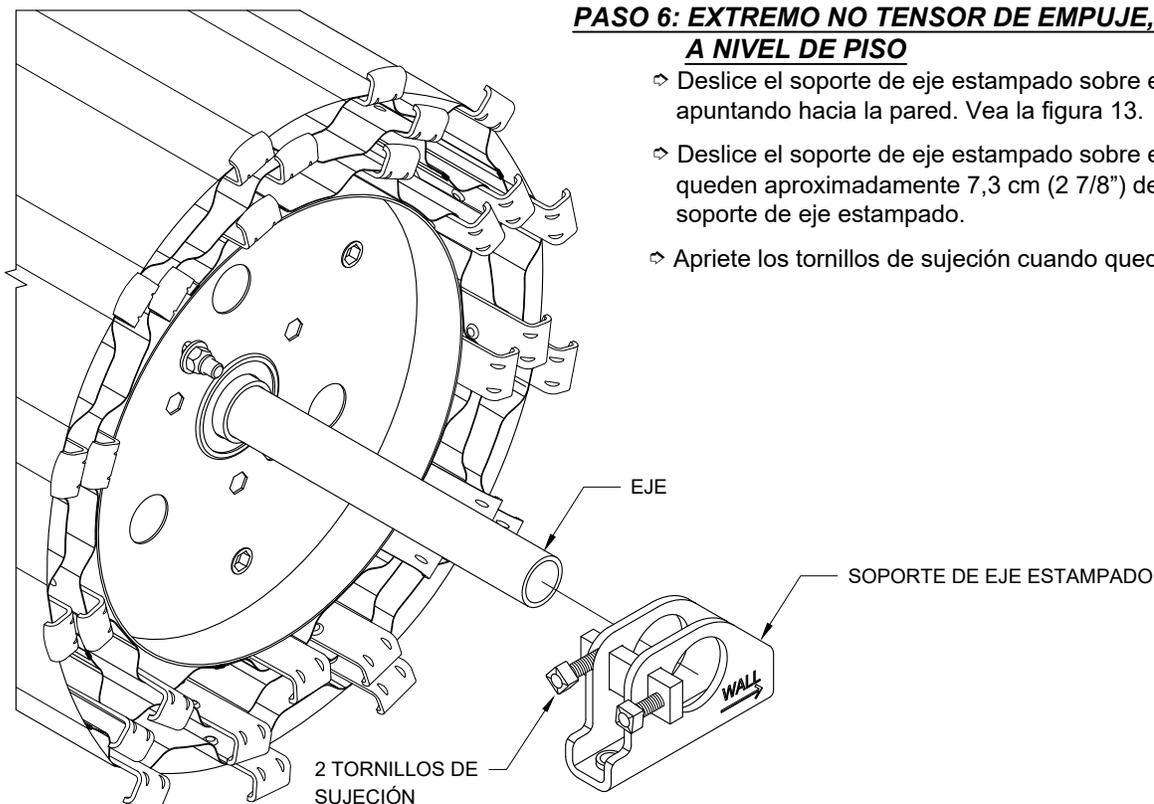

FIGURA 13: SOPORTE DE EJE ESTAMPADO A EJE
- ⇨ Deslice el soporte de eje estampado sobre el eje, con la flecha apuntando hacia la pared. Vea la figura 13.